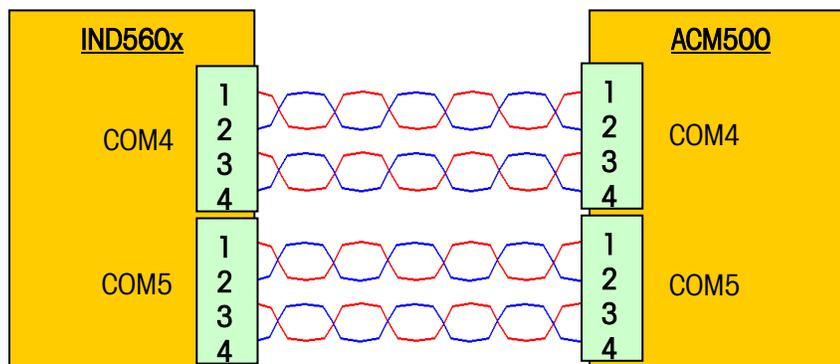

Figura 3-12: Fiação de Interface Serial de Segurança Intrínseca
4. Siga as conexões de fiação mostradas na Figura 3-12 e na Tabela 3-3. Consulte a Figura 3-11 para ajudar a identificar as posições terminais. Mantenha a fiação interna o mais curta possível.
6. Siga as conexões de fiação mostradas na Figura 3-12 e na Tabela 3-3. Consulte a Figura 3-11 para ajudar a identificar as posições terminais. Mantenha a fiação interna o mais curta possível.